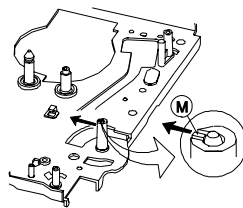

Fig. 16
- An der Laufwerkunterseite die Rastnase M (Fig. 16) lösen und Bremsband mit Bandzugfühler (Pos. A2500) herausnehmen.